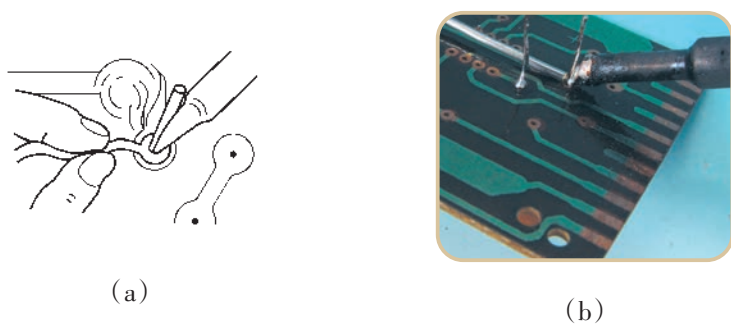

图 2-36
(2) 点锡焊接。焊接前先把需焊接的元器件引脚插入印刷电路板的孔中,与带锡焊接不同的是手拿焊锡丝,另一手拿电烙铁,烙铁头接触元器件引脚与印刷电路板部位。待热量传到印刷电路板后,迅速把焊锡丝点上去,使焊锡在焊点处熔化并包围元器件引脚,达到焊接效果,如图2-36。这种焊接方法必须左右手相互配合,才能取得好的焊接质量。同样,焊锡的多少由焊点的大小来决定。